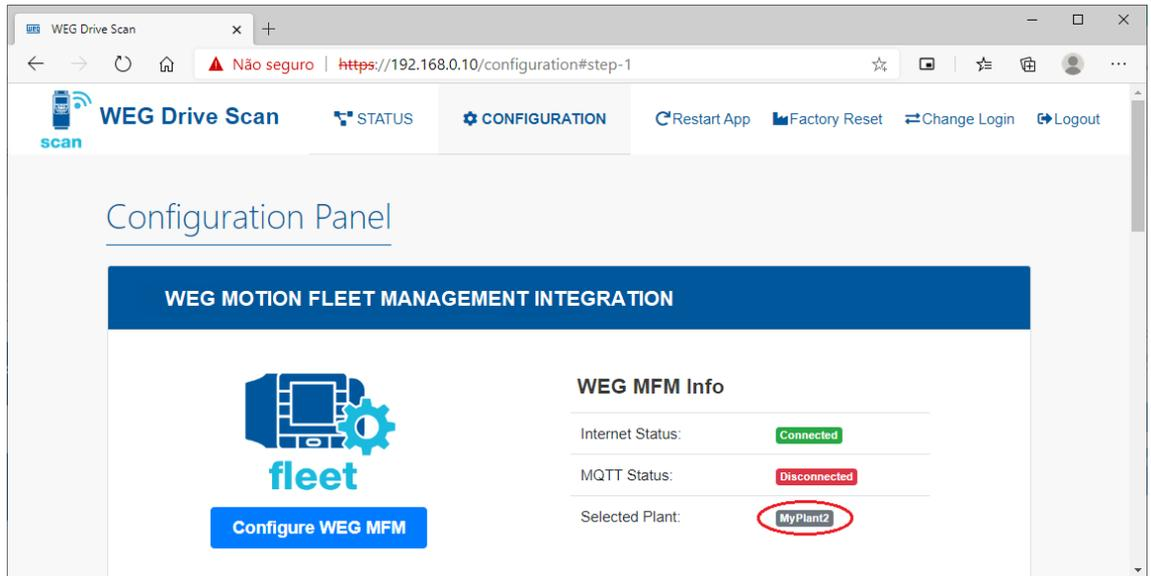

Figura 6.21: Planta vinculada ao Drive Scan no MFM
- Passo 16** A nova planta deve ter sido configurada (Figura 6.21).